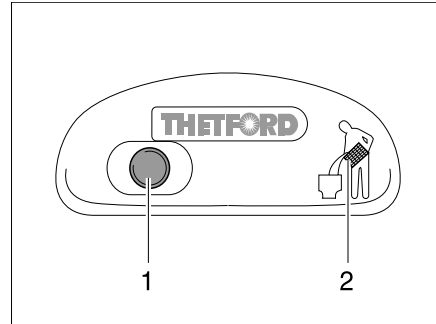

Bild 157 Spülknopf/Kontroll-Leuchte Thetford-Toilette
- Zum Spülen den blauen Spülknopf (Bild 157,1) drücken.
Die Kontroll-Leuchte (Bild 157,2) leuchtet, wenn die Thetford-Kassette entleert werden muss.